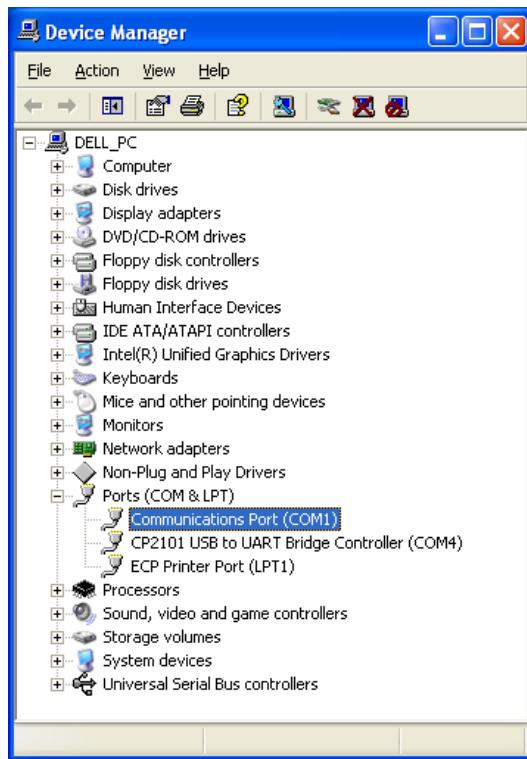
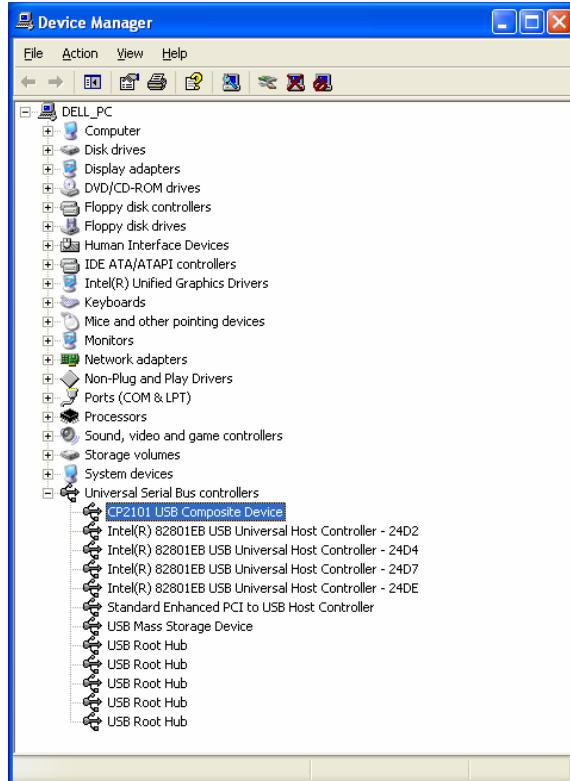
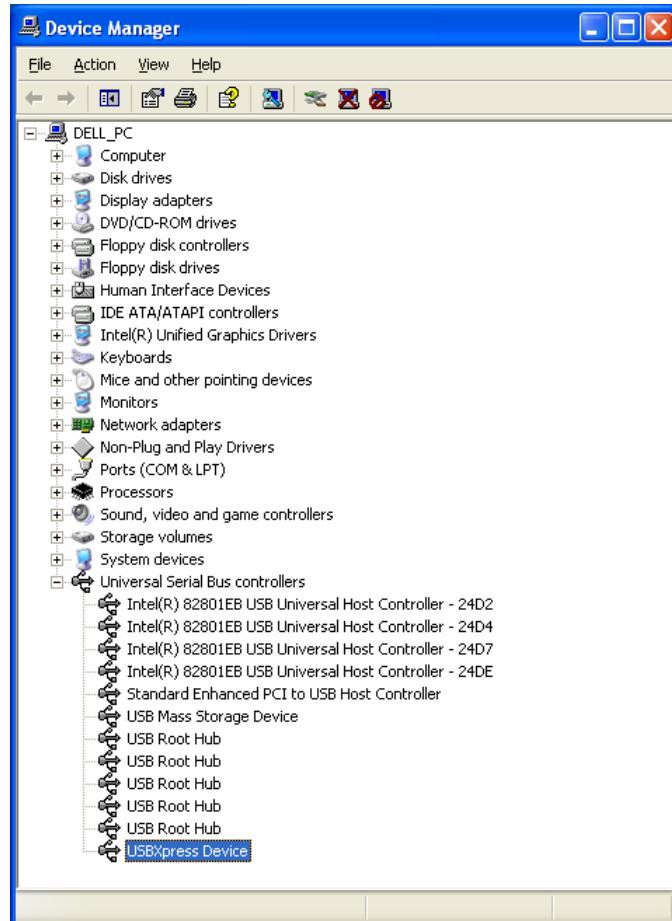

图 1-2
图1-3
图 3-1
按上述步骤进行确认时，如果显示图 1-2 [CP210x USB to UART Bridge Controller] 和图 1-3 [CP210x USB Composite Device] 项目，请按下一章记载的修复步骤进行修复。
- ① 显示图 1-3 的画面，右击 [Properties] (属性)。
1.确认设备类型已从「CP210x USB Composite Device」(见图 1-3)变成「USBXpress Device」(图 3-1 的光标处)。